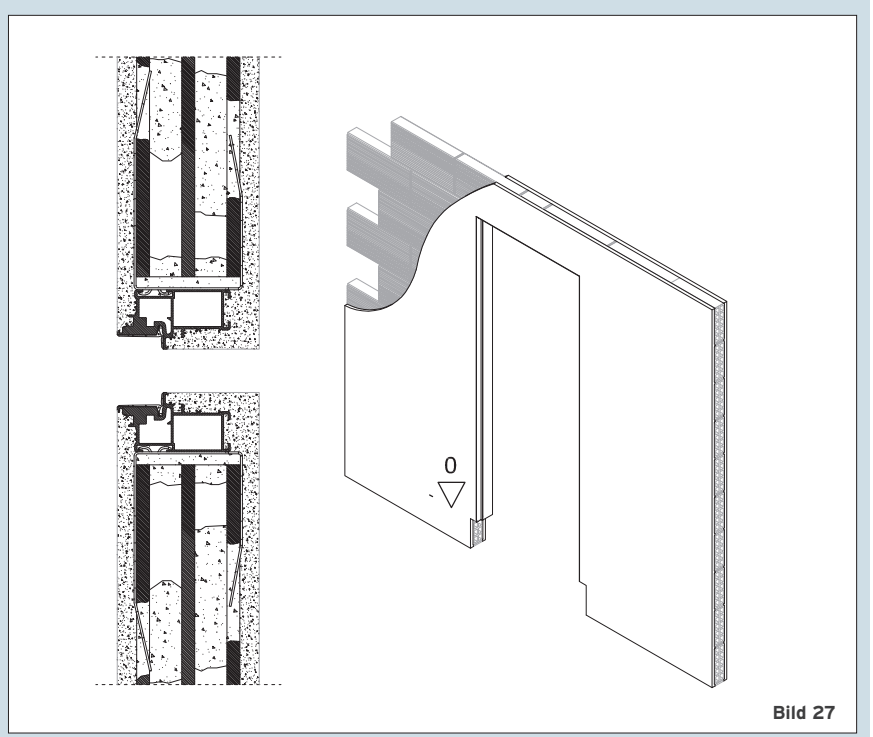

Bild 27
- 6. Fertig verputzte Zarge (Bild 27).